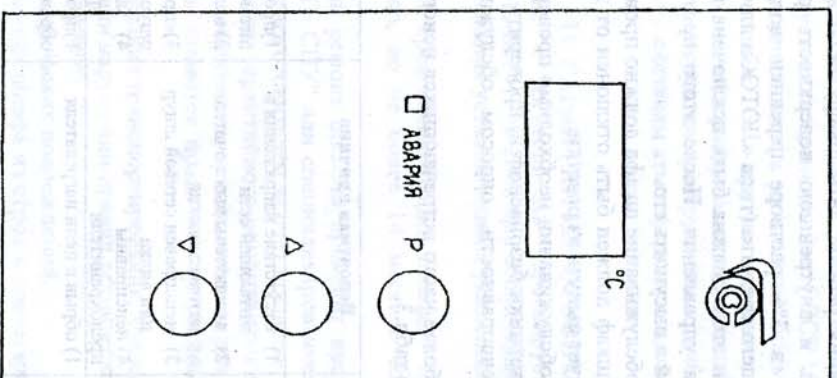

Рис. 1
8.3. Нажать клавишу «Р» на лицевой панели двери (рис.1), при этом в крайнем правом разряде цифрового индикатора высветится точка, что свидетельствует о возможности корректировки программы.
- 3.4. Нажать клавишу «Р» на лицевой панели двери (рис.1), при этом в крайнем правом разряде цифрового индикатора высветится точка, что свидетельствует о возможности корректировки программы.